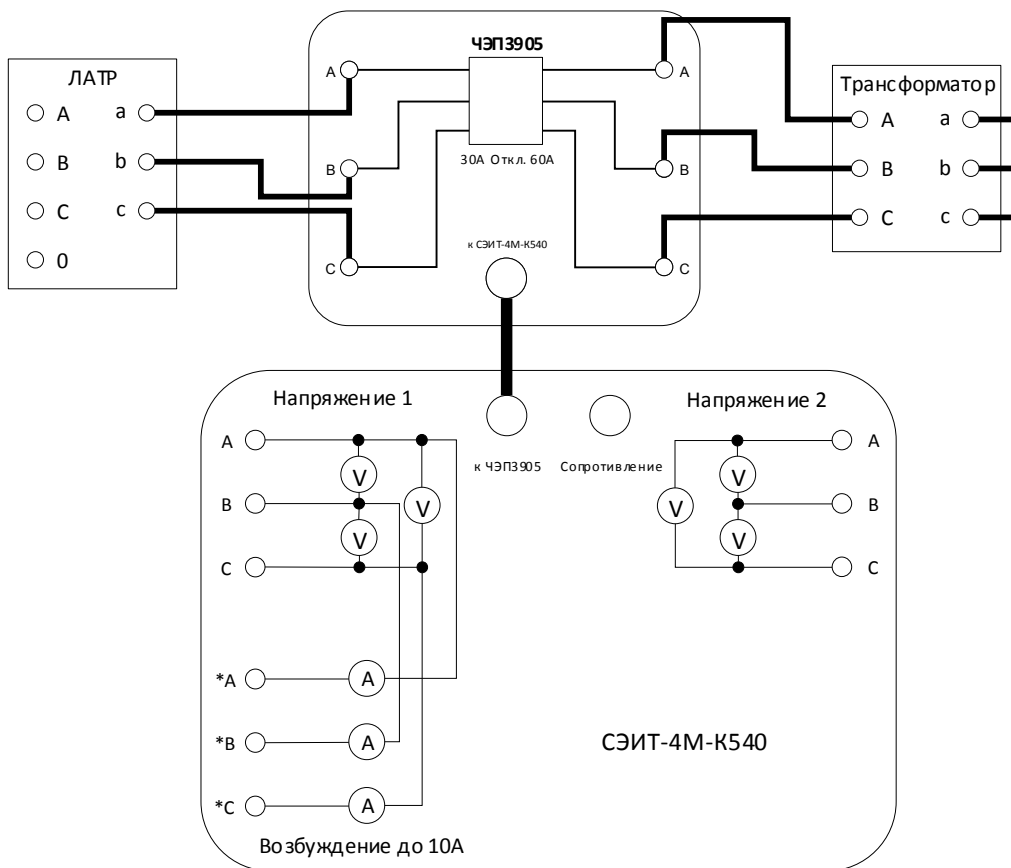

Рис. 19. Схема соединений для опыта КЗ с использованием БТТ
5.4.2. При использовании БТТ собирается схема, представленная на рис. 19.